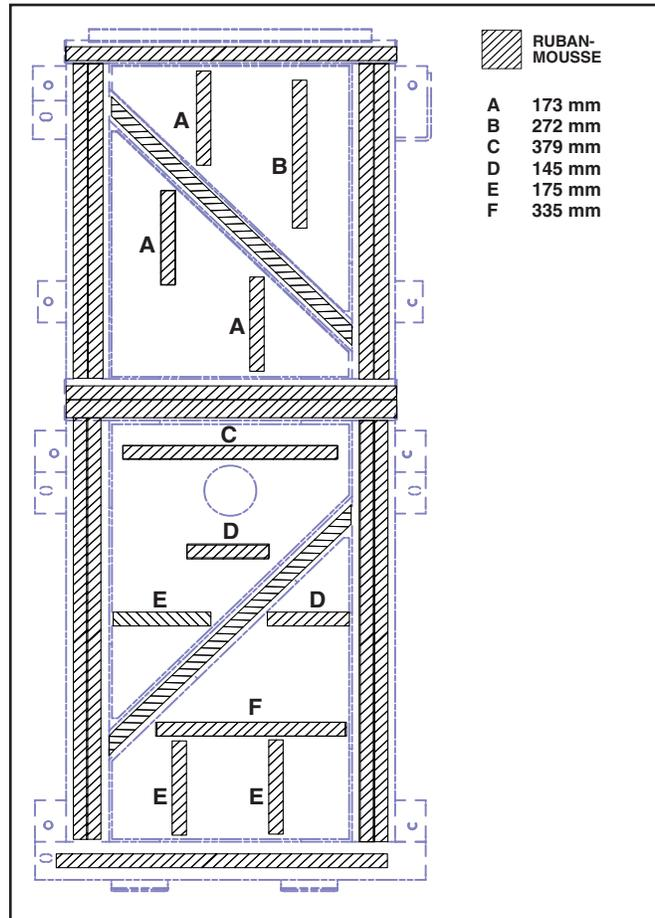

Figure 3 - Pose de ruban-mousse sur berceau et panneaux
6. Déboulonner les boulons qui fixent le berceau à la structure. Voir Figure 3 pour les points d'attache du berceau.
- c. Fixer de nouvelles pièces de ruban-mousse de 2,5 cm (1 po) de largeur sur les panneaux de bois et sur les membrures du berceau. Voir Figure 3 pour la position et la longueur approximatives des rubans.